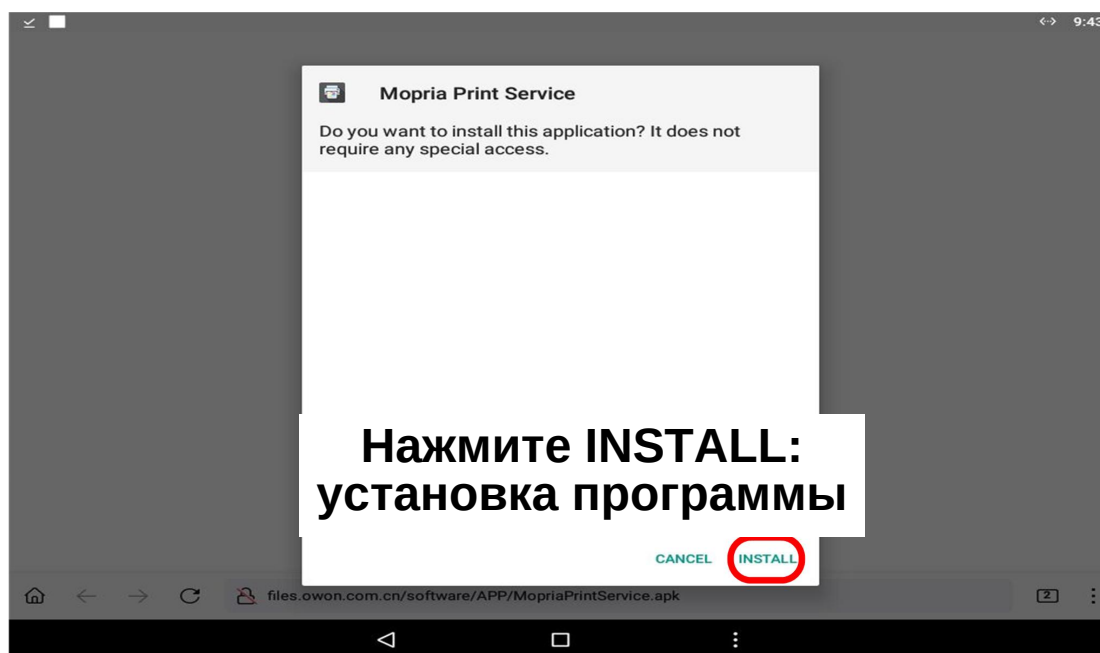

Рисунок 3
3) Нажмите INSTALL: установка приложения (рисунок 3).